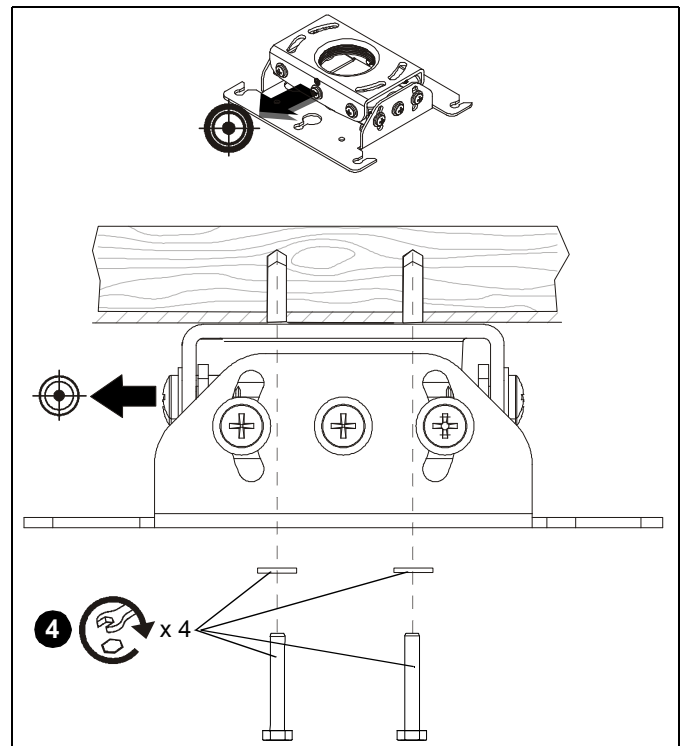

Abb. 5
4. Befestigen Sie die RPE mit vier (nicht mitgelieferten) 1/4" x 2"-Ankerschrauben (Mindestlänge) und vier (nicht mitgelieferten) 1/4"-Unterlegscheiben an der Konstruktion. (Siehe Abb. 5)